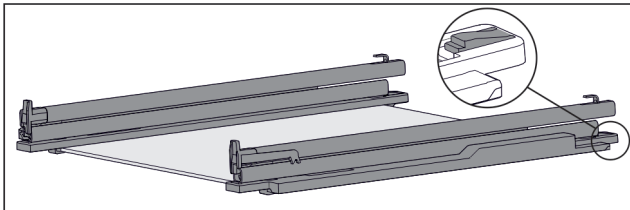

Fig. 95 Placă de sticlă cu șine și piese de fixare
- ▶ Apăsați în jos piesa de fixare din spate (vezi Fig. 95) și, în același timp, împingeți șina înapoi.